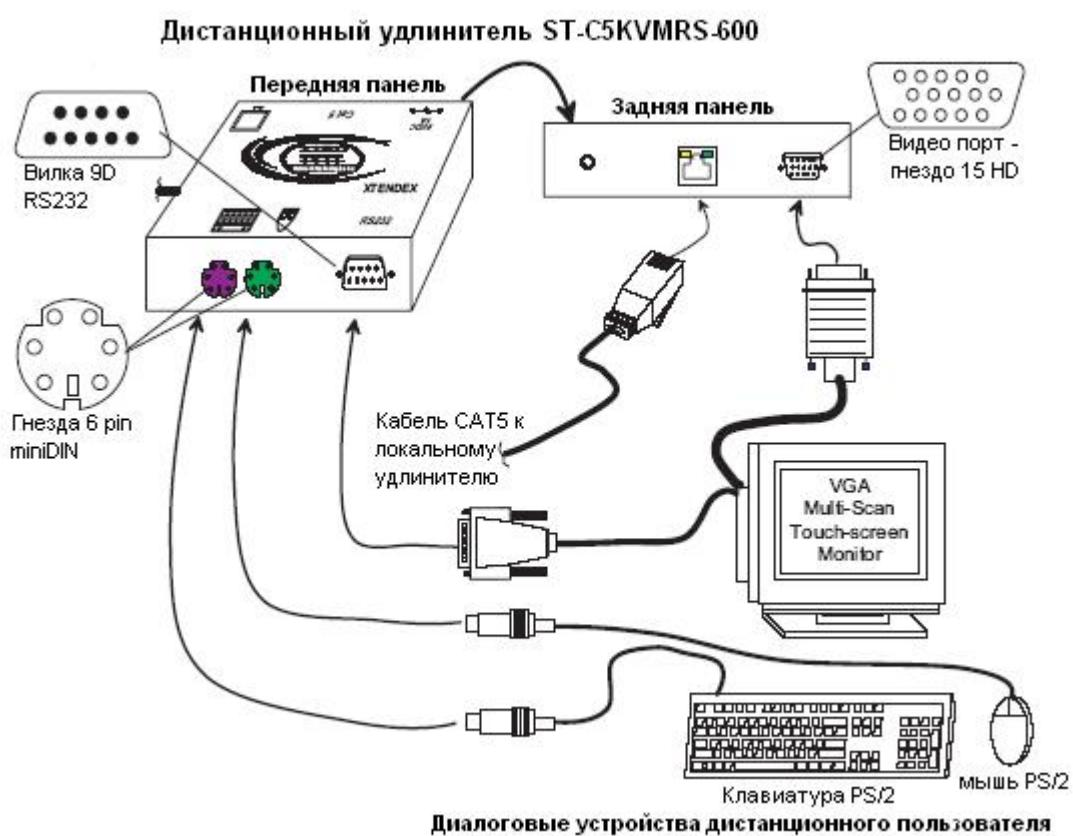

Рис.3 – Подсоединение удалаемых устройств к дистанционному удлинителю
- Сделайте все необходимые соединения для работы дистанционного пользователя (см. Рис.3)
4. Удостоверьтесь, чтобы кабель CAT5 был подключен в соответствии с инструкцией в разделе «Подготовка к установке» ранее в данном руководстве. Подсоедините кабель CAT5 к порту “CAT5” на задней панели дистанционного удлинителя (см. Рис.3). Кабель должен идеально встать в оба узла, если соблюдены все правила подключения.